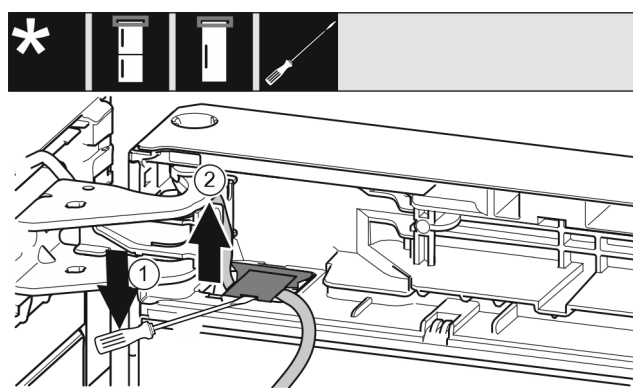

Fig. 19
- Plochým šroubovákem nadzvedněte kryt a zvedněte jej. Fig. 19 (1)
- Vytáhněte kabel. Fig. 19 (2)